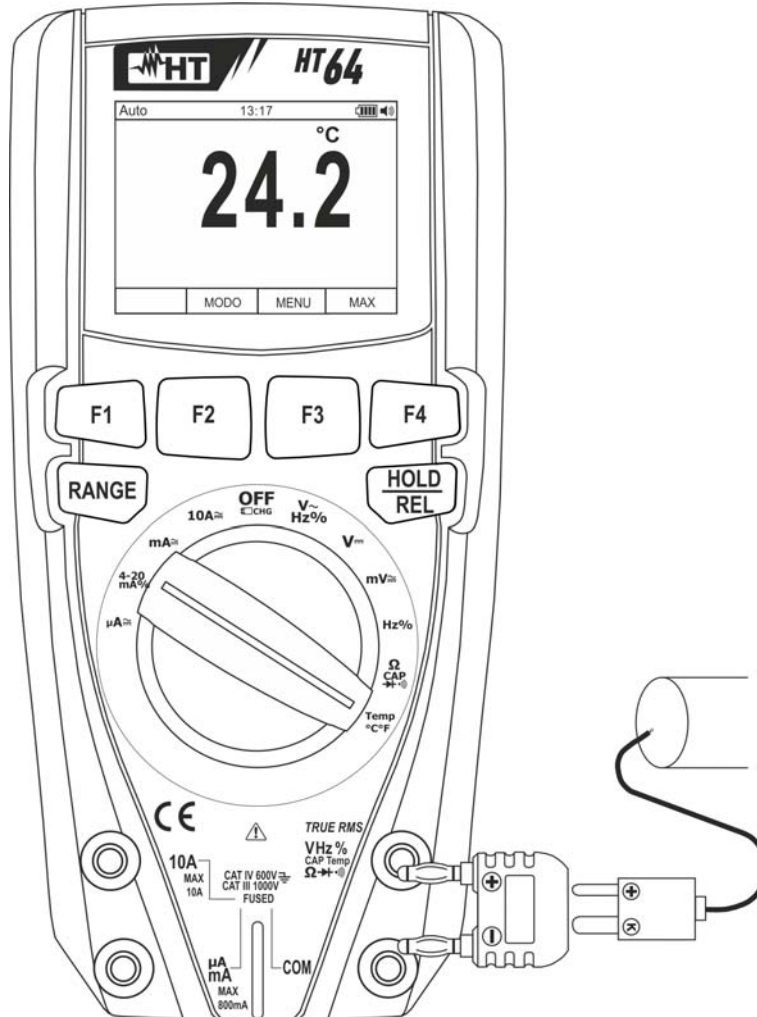

Fig. 28: Uso dello strumento per misura di Temperatura
3. Inserire l’adattatore in dotazione nei terminali di ingresso **VHz%CAPTempΩ** (polarità +) e **COM** (polarità -) (vedere Fig. 28)